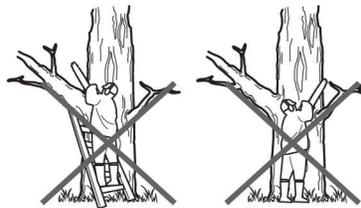

Fig. 31
- > No opere el producto con los brazos completamente extendidos ni intente cortar áreas de difícil acceso o en una escalera. Nunca utilice el producto por encima de la altura de los hombros. (Fig. 31).